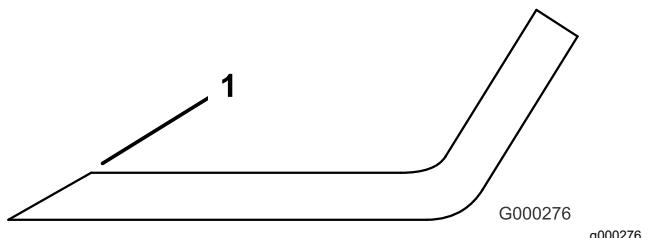

图 87
3. 检查所有刀片的刀刃如果已经变钝或出现裂口应打磨刀刃 图 87。
注意 仅打磨刀刃的边缘并保持最初的切割角度以保证锋利度 图 87。如果您从两片刀刃上磨掉相同量的材料刀片会保持平衡。